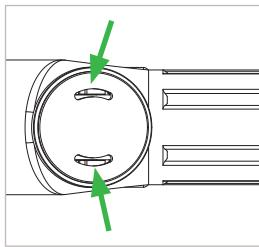

Abbildung 19
- ▶ Ziehen Sie den Logodeckel (Pos. 2) mit der Hand ab und geben Sie ca. 1-2 kurze Sprühstöße mit dem Zielröhren links und rechts in die Öffnungen (Abbildung 19). Danach montieren Sie den Logodeckel (Pos. 2) wieder. Dieser muss hörbar einrasten.